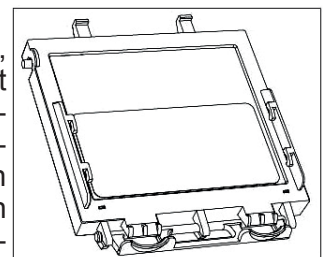

Abb. 4 A
• Um den Filter zu ersetzen, entfernen Sie die Filtereinheit von der Maske (Abb.4 A). Biegen Sie den oberen Teil der Halterung und entfernen Sie den Filter (Abb. 4 B). Setzen Sie den neuen Filter sorgfältig und korrekt ein. Positionieren Sie den Filter auf der Maske neu.